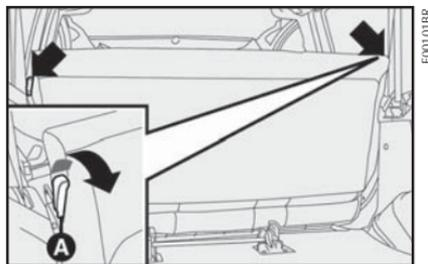
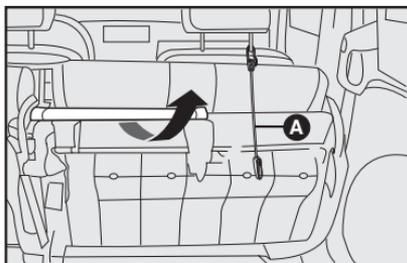

fig. 92
fig. 96
Os dispositivos de destravamento do encosto e do assento estão localizados nos pontos indicados na **fig. 92**.
Para rebater a outra parte do assento traseiro (postos central e direito), destrave o dispositivo **A-fig. 92**, inclusive o encosto e rebata completamente o assento levantando-o manualmente pela alavanca indicada pela seta **fig. 96**. Prenda o assento com a correia elástica conforme indicado em **A-fig. 96**.
1) Puxar as alavancas laterais **A-fig. 92** localizadas dos dois lados do encosto do banco traseiro e rebatê-lo para frente.